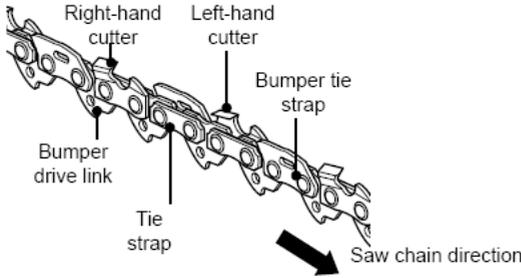

Fig. 50
La différence de hauteur entre la dent et l'arête est la profondeur de coupe. Pour affûter la chaîne (14) prenez en considération les points suivants (Fig. 50):